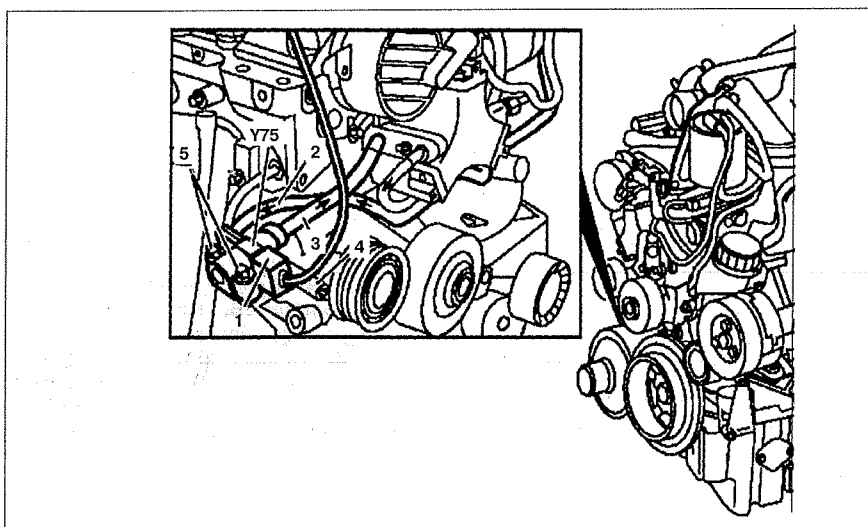

Рис. 5.61. Клапан отсечки топлива:
1. Отсоедините разъем проводки 1 от отсечного клапана Y75 (см.рис.5.61).